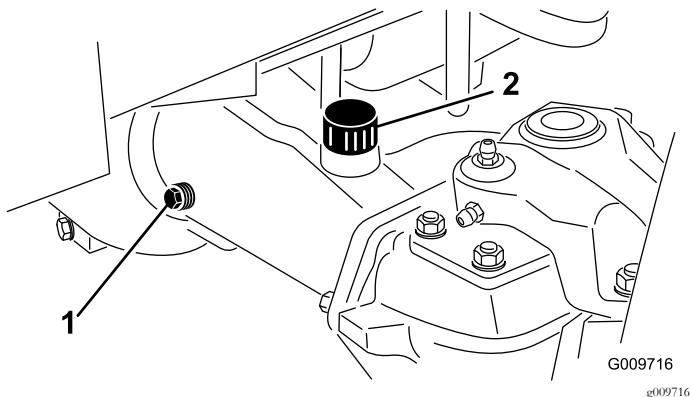

Figura 56
- Retire un tapón de verificación de un extremo del eje (Figura 56) y asegúrese de que el lubricante llega al borde inferior del orificio.
Nota: Si el nivel es bajo, retire el tapón de llenado (Figura 56) y añada suficiente lubricante para que el nivel llegue al borde inferior de los orificios de los tapones de verificación.